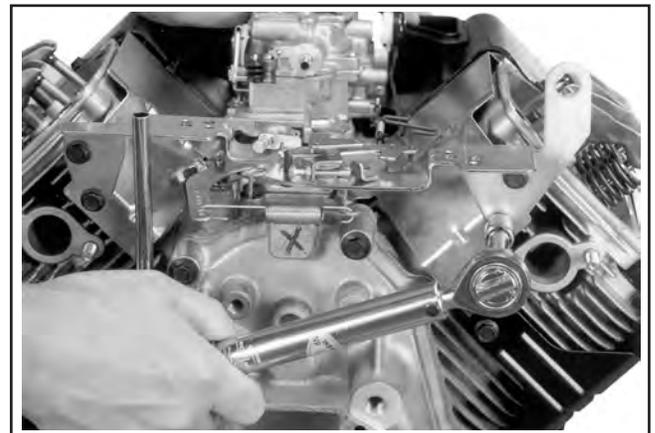

Abbildung 11-84. Anzug der Hauptsteuerkonsole.
2. Die Hauptsteuerkonsole und die Halterung des Luftfilters (soweit verwendet) mit den vier geflanschten Sechskantschrauben an die Zylinderköpfe montieren. Die Schrauben in neuen Bohrungen auf **10,7 N·m (95 Zoll lb)** oder in benutzten Bohrungen auf **7,3 N·m (65 Zoll lb)** anziehen. Siehe Abbildung 11-84.